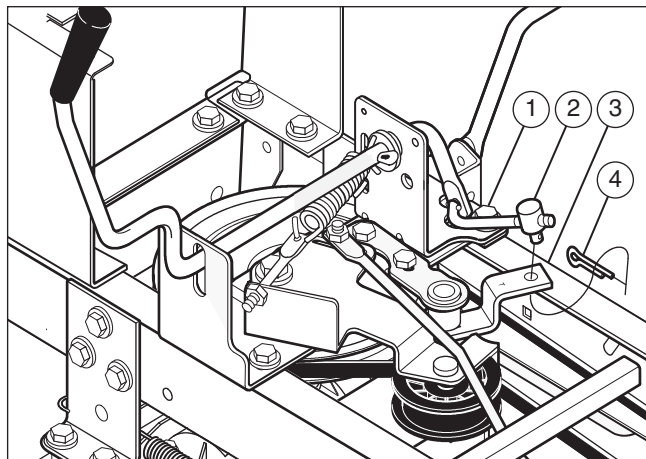
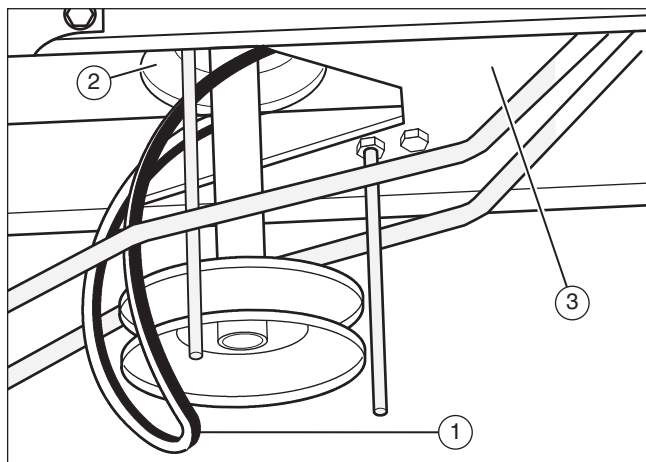

Figur 16
Figur 17
3. Afmonter tomgangsremskiven (1) (Figur 16).
4. For at komme til remsporerne (1), afmonter batteriet og batteribakken (Figur 17). Se "Afmontering af batteriet".
5. Løs remsporerne (1) ved drivremskiven (2).
6. Afmonter drivremmen (3) fra drivremskiven (4) (Figur 16).